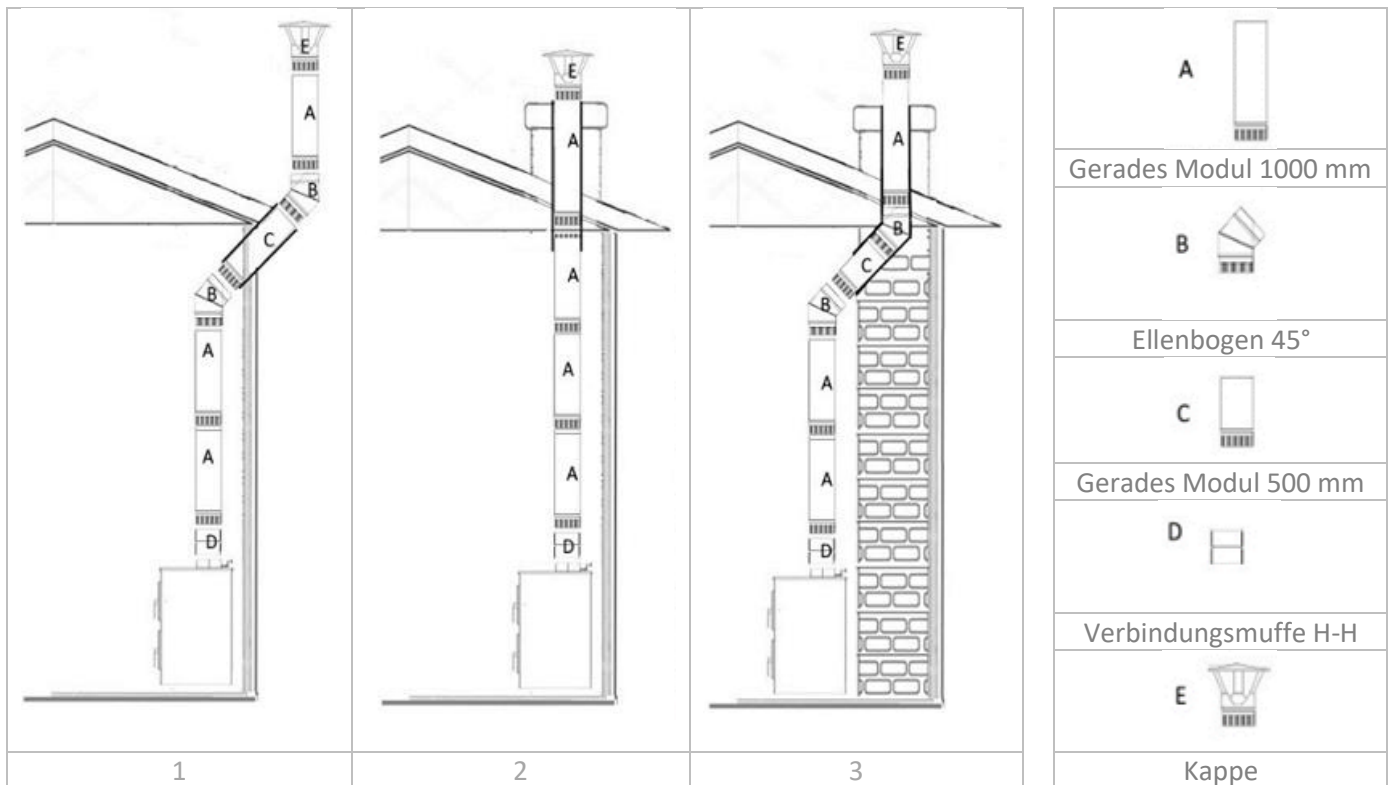

Abbildung 2
- VERTIKALER ABSCHNITT (A).** Die Gesamtlänge des vertikalen Rohrs, das für den natürlichen Zug (Abgasunterdruck) bis zum Dach benötigt wird, kann je nach Installation und abhängig von verschiedenen Faktoren variieren, liegt aber im Allgemeinen zwischen ca. 4 und 6 m. Eine optimale Leistung wird jedoch bei einem Mindestvakuum von ca.  $\pm 15$  Pa (Pascal) gewährleistet.
- BEUGEN (B).** Sind Bögen erforderlich (siehe Zeichnungen 1 und 2 in Abbildung 2), werden die Kanäle über Bögen verbunden. Diese dürfen bis zu 45° betragen und dürfen nicht verengt werden. Folgendes ist zusätzlich zu beachten:
- HORIZONTALER ABSCHNITT (C).** Der Anschlusskanal bzw. der horizontale Abschnitt des Schornsteins muss mit der geringstmöglichen Länge und möglichst ohne Richtungs- und Querschnittsänderungen ausgeführt werden. Dabei ist Folgendes zu berücksichtigen:
- VERBINDUNGSMUFFE (D).** Für den korrekten Anschluss des vertikalen Kanals an den Rauchabzugskragen m (männlich) des Herdes ist eine Muffe h/h (weiblich/weiblich) erforderlich, so dass das Ende m (männliches Ende des vertikalen Kanals nach unten zeigt).
- Schornsteinabdeckung (E).** Für eine ordnungsgemäße Rauchableitung und zur Vermeidung von Windeinflüssen sind bestimmte Mindestabstände zur Schornsteinkappe erforderlich. Siehe folgende Abbildung: